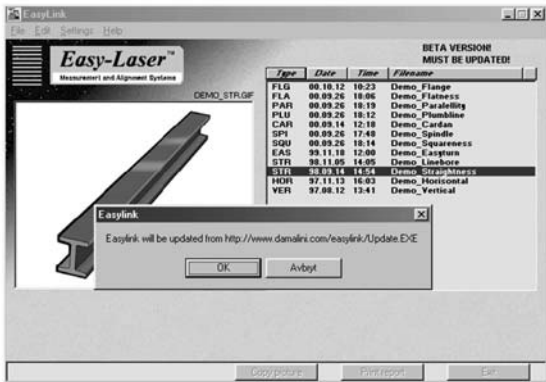

Fig.6
- 2. Dialogrutan enligt Fig. 6 kommer då upp.